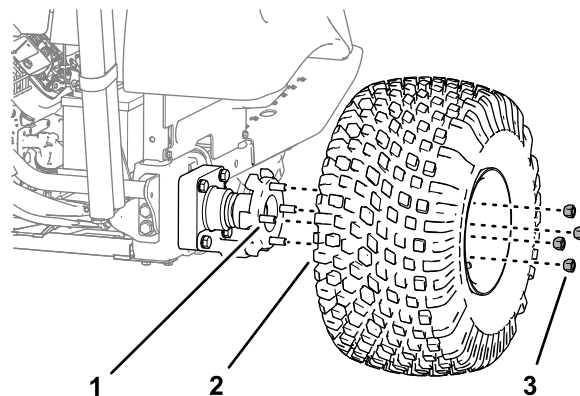

Figura 30
2. Rimuovete i 4 dadi delle ruote che fissano la ruota al mozzo e rimuovete ruota e pneumatico (Figura 30).
7. Montate pneumatico e ruota nei prigionieri del mozzo della ruota (Figura 30) con i 4 dadi delle ruote rimossi al passaggio 2, quindi serrate i dadi manualmente.